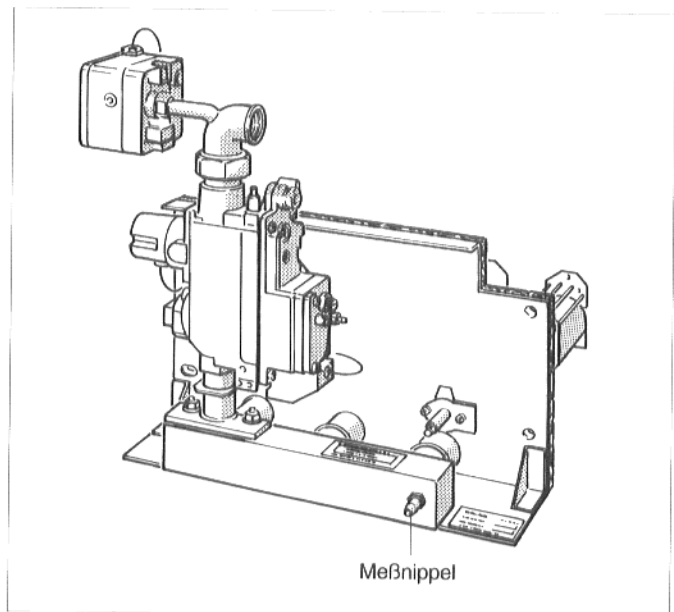

Abb. 37: Gasbrenner mit Armatur "Junkers" CE 423 I
- Verschußschraube des Meßnippels am Gasverteilerrohr ca. 2 Umdrehungen lösen (Abb. 37) und Meßschlauch des U-Rohr-Manometers aufstecken.